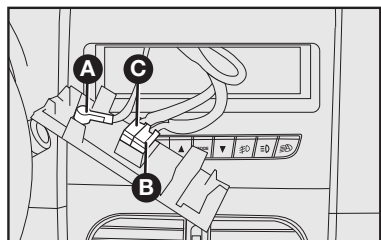

fig. 123
- cabo e plugue de alimentação elétrica para o autorrádio **C**—fig. 123.
- cabo e conector para antena de teto **A**—**fig. 123**.
- cabos e plugue para conexão dos alto-falantes e tweeters **B**—**fig. 123**.
- cabo de alimentação do autorrádio **C**—**fig. 123**.
- cabo para alto-falante dianteiro e traseiro **B**—**fig. 123**.